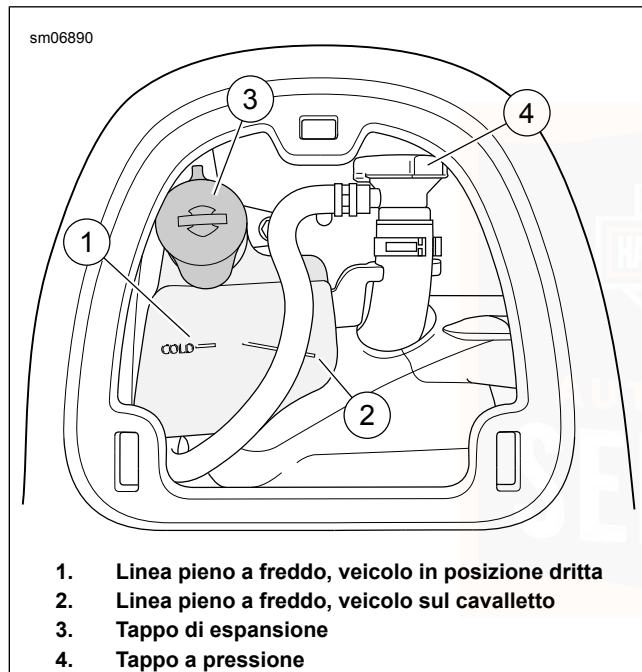

Figura 72. Livello del liquido di raffreddamento
Vedere Figura 72. Sulla vaschetta del liquido di raffreddamento ci sono due linee. Usare il tubo angolato (2) quando la motocicletta poggia sul cavalletto.
2. Vedere Figura 72. Controllare che il livello del liquido di raffreddamento nella vaschetta si trovi leggermente sopra la linea "COLD" (freddo) (1).